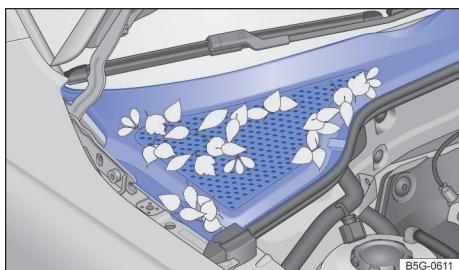

图 146 发动机舱和风窗玻璃之间：排水槽（示意
→ 图 146 → ①。应由本公司特许经销商进行清洁发动机舱→▲。